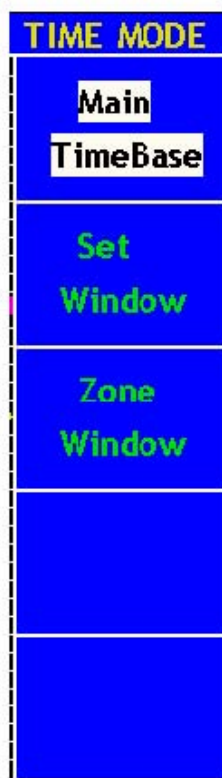

Рисунок 22. Меню горизонтальных настроек
3. Нажатие кнопки **HORIZONTAL MENU** отображает на экране меню горизонтальных настроек (см. рис. 22).